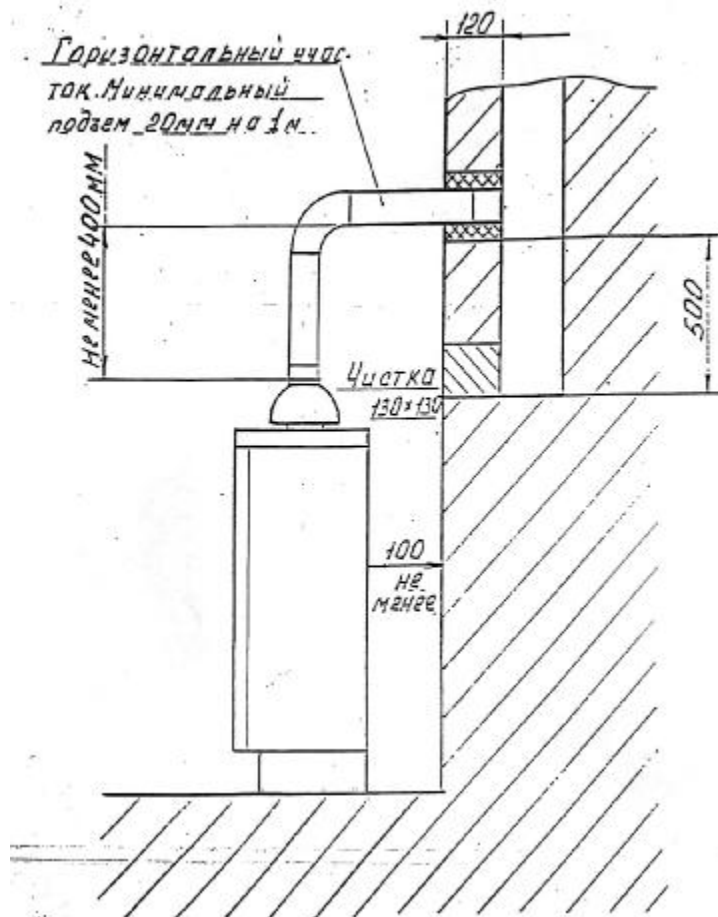

рис. 5 Размещение аппарата
6.7.1. Дымоход, к которому подключается аппарат, как правило, должен быть расположен во внутренней капитальной стене здания /рис. 5 /. При расположении дымохода в наружных стенах толщина кладки наружной стены должна соответствовать
6.7.6. В нижней части канала следует устроить заглушку - чистку /см. рис.5/.